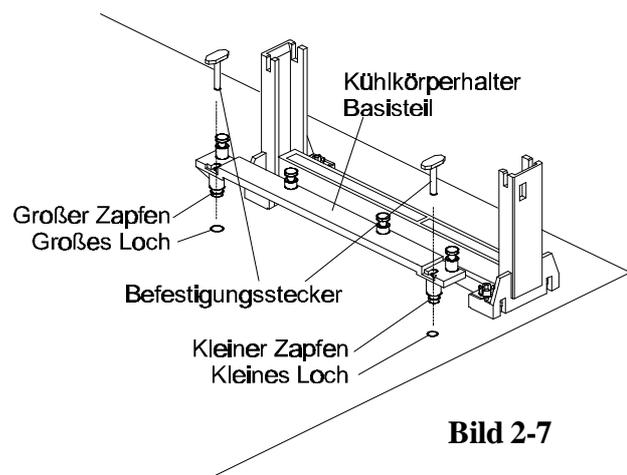

Bild 2-7
2. An dem Basisteil des Kühlkörperhalters befinden sich zwei Kunststoff-Zapfen. Montieren Sie das Basisteil auf dem Mainboard derart, daß der große Zapfen durch das große Befestigungsloch geführt wird, und der kleine Zapfen durch das kleine Loch. (siehe Bild 2-7)
3. Indem die Befestigungs-Stecker von oben in die Kunststoff-Zapfen des Basisteils gepreßt werden, wird das Basisteil auf dem Mainboard fixiert (siehe Bild 2-7).